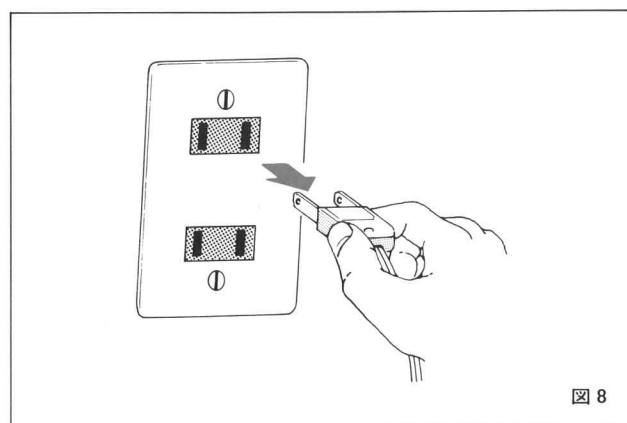

図 8
- ④ カチッというメカニズムの音がしましたら電源コードをコンセントから抜き、ターンテーブルの回転を停止させます。（図8）